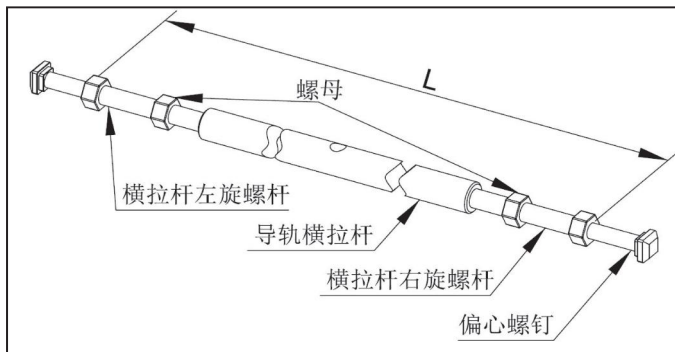

图 6-12
- (1) 如图 6-12 所示，松开图示螺母，调整横拉杆左旋螺杆与右旋螺杆的间距，保证 L 略小于台板宽度，便于后续安装。